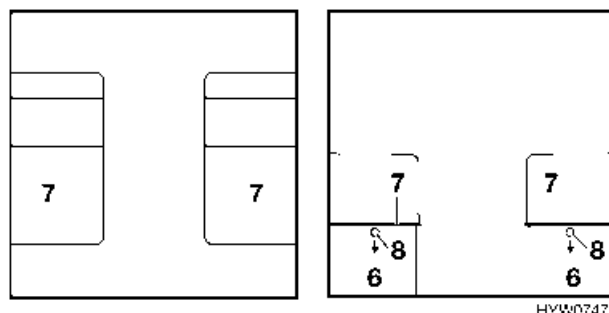

Fig. 38 Durante la trasformazione
- Premere il dispositivo di bloccaggio (Fig. 38,8) della piastra del sedile verso il basso.
- Tirare la piastra del sedile (Fig. 38,7) in avanti.